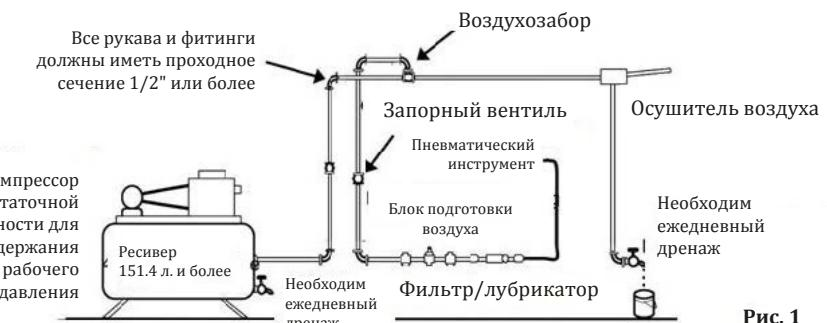

Рис. 1
- Затем подключите другой конец рукава с фитингом к блоку подготовки воздуха (фильтр + лубрикатор), к инструменту и включите компрессор (рисунок 1).